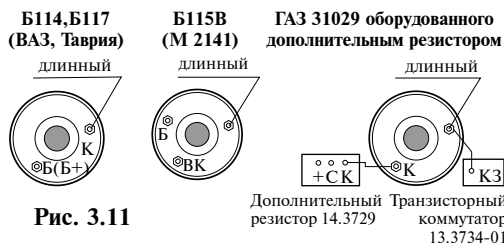

Рис. 3.11
Карбюраторный двигатель - желтый провод выведите под капот и подключите к выводу катушки зажигания, соединенному - с прерывателем (для контактной системы зажигания) Рис. 3.11.
- коммутатором (для бесконтактной системы зажигания) Рис. 3.11.